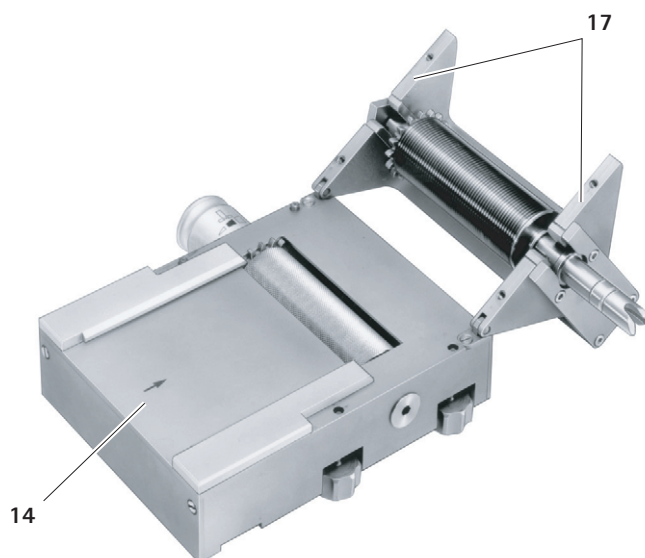

Fig. 2
- Piegare la parte superiore 17, vedere Fig. 2.
- Aprire la parte superiore 17 su quella inferiore 14, vedere Fig. 2.